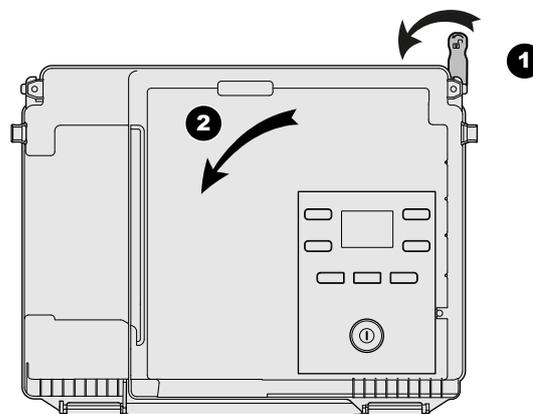

fig. 24 - Schwenken des Schaltkastens
- Entriegeln, um den Schaltschrank herunter zu klappen (1/2) (fig. 24).